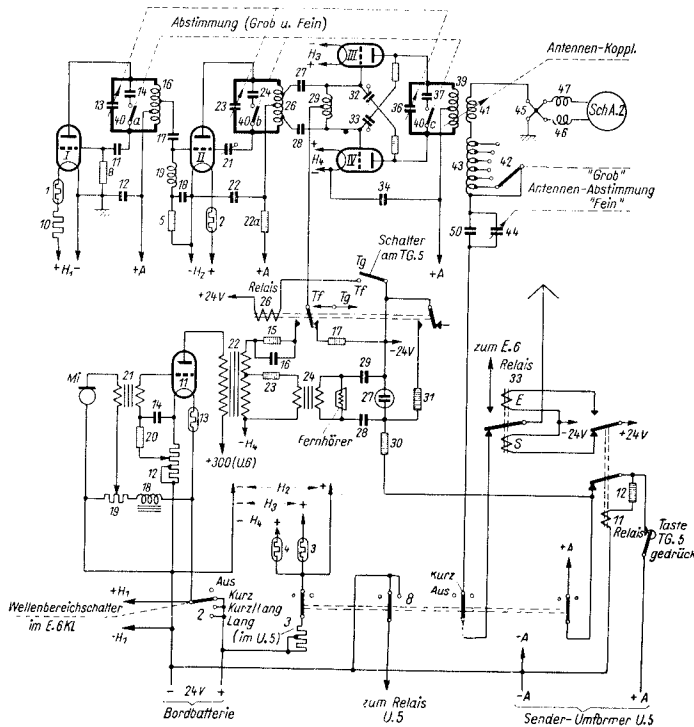

Abb. 5 Schaltplan zu Sender S. 7 KL, Kurz.
Wirkungsweise (vergl. Abb. 5 und 6): Für Inbetriebsetzung des Kurzwellenteils von Sender S. 7 KL ist zunächst der Wellenbereich-Schalter am Empfänger-Schaltteil auf eine der Stellungen „Kurz“ oder „Kurz/Lang“ zu schalten, damit die Röhre (I) der Steuerstufe Heizspannung erhält.